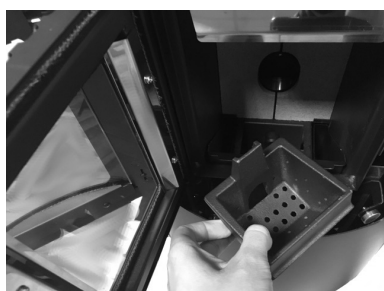

Fig. 19 - Extraction de le brasero
- Enlever le brasero (voir **Fig. 19**) de son logement en le soulevant et vider la cendre.